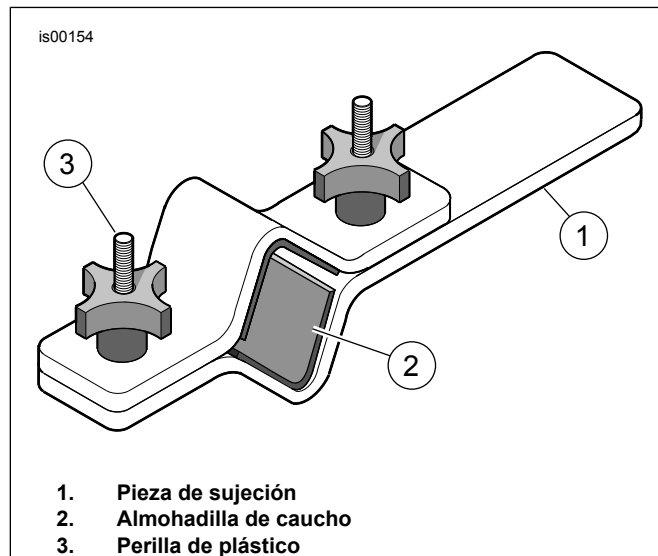

Figura 6. Sujetador para tubos de horquilla (HD-41177)
1. Consulte la Figura 6. Instala la horquilla en el soporte del tubo de la horquilla (HD-41177) de la siguiente manera:
- a. Sujete el extremo de la herramienta (1) en una prensa de banco en posición horizontal.